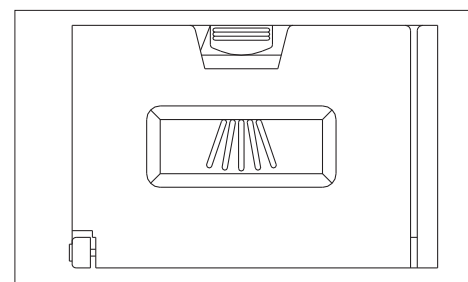

fig. 6b
- Vul het reservoir (B) met circa 25 gram wasmiddel. Volg hierbij de aanwijzingen van de wasmiddelenproducent.
- Wanneer u het “intensief” programma kiest, handel dan als volgt: Vul het reservoir voor het wasmiddel (B) met circa 20 gram en het reservoir voor het voorwasmiddel (C) met ca. 10 gram. Sluit het deksel. Afhankelijk van het model kan het reservoir (C) zich ook op de bovenzijde van het deksel bevinden als een verdiept vlak (zie fig. 6b).